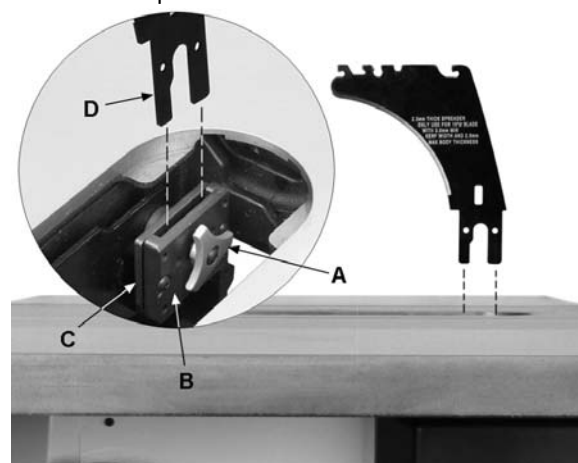

Рис. 11
Показано на рис. 11:
- 3 Через отверстие в столе пилы, ослабьте ручку (A, рисунок 11), поворачивая ее против часовой стрелки. Прижимная пластина (B) отойдет от неподвижной пластины (C), оставив зазор.
- 4 Вставьте паз расклинивающего ножа (D) полностью в зазор между двумя пластинами на установочную шпильку.
- 5 Затяните ручку (A), чтобы закрепить расклинивающий нож.
Прижимные пластины (В/С, рисунок 11) отрегулированы на заводе, и дополнительная регулировка защитного кожуха диска и расклинивающего ножа в сборе не требуется. Тем не менее, правильная сборка очень важна. Перед работой с циркулярной пилой прочтите раздел 3.15 - Выравнивание расклинивающего ножа и защитного кожуха, для проверки и последующей процедуры регулировки, если это необходимо.